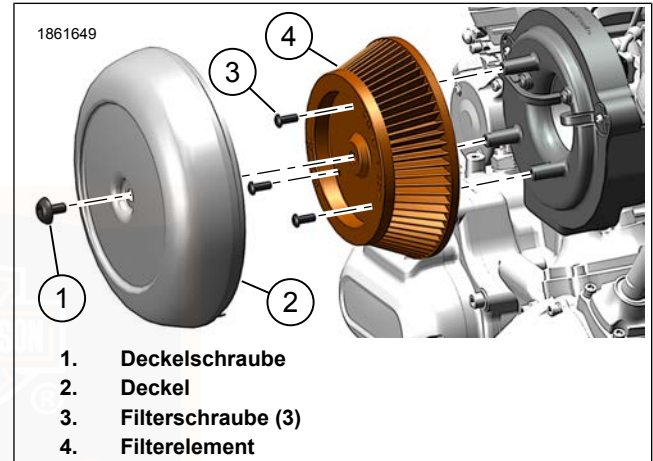

Abbildung 70. Luftfilter: Rund, High-Flow
1. Siehe Abbildung 70. Die Luftfilterabdeckung entfernen.
- a. Die Schraube (1) entfernen.
- b. Den Deckel (2) entfernen.
- a. Die Schrauben (3) entfernen.
- b. Den Luftfiltereinsatz (4) entfernen.
1. Siehe Abbildung 70. Den Luftfiltereinsatz anbringen.
- a. LOCTITE 243 MEDIUM STRENGTH THREADLOCKER AND SEALANT (BLAU) (99642-97) auf das Schraubengewinde (3) auftragen.
- a. Ziereinsatz (2) anbringen.
- b. Die Verkleidungsstückschrauben (1) anbringen. Festziehen. 3–3,6 N·m (27–32 **in-lbs**)